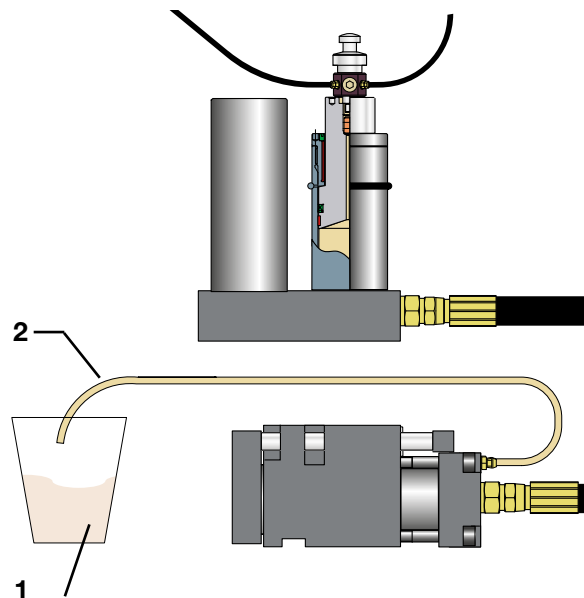

Figura 18: Il cambio dell'olio
9.3 Il cambio dell'olio (figura 18):